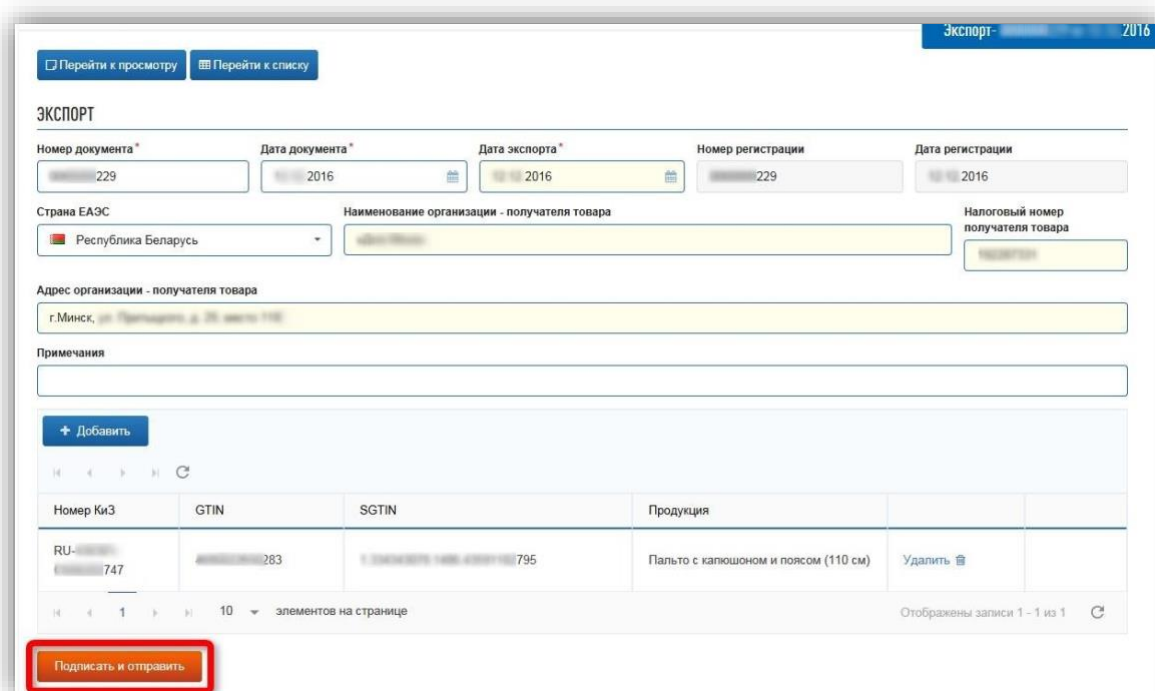

Рисунок 171 – Подписать и отправить
- Для завершения нажмите кнопку «Подписать и отправить» (рис. 171).